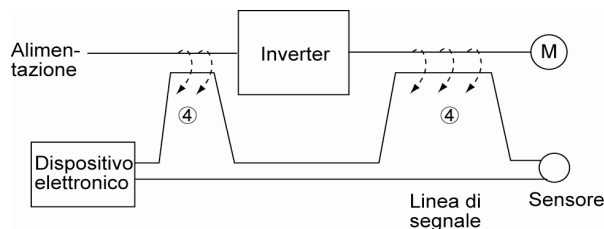
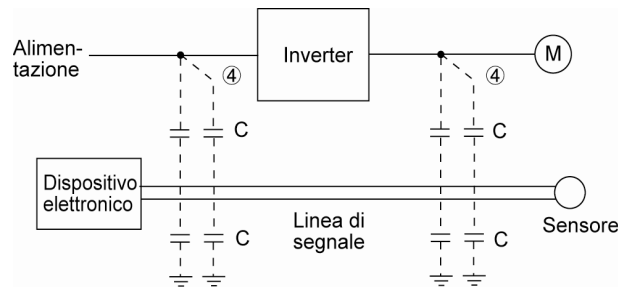

Figura A.4 Rumore causato da induzione elettromagnetica
Figura A.5 Rumore causato da induzione elettrostatica
(2) Rumore di induzione
Quando i cavi o le linee di segnale di periferiche si trovano in prossimità di cavi all'ingresso e all'uscita dell'inverter attraversati dalla corrente di rumore, nei cavi e nelle linee di segnale delle periferiche viene indotto del rumore per induzione elettromagnetica (figura A.4) o elettrostatica (figura A.5). In questo caso si parla di "rumore di induzione" ④.